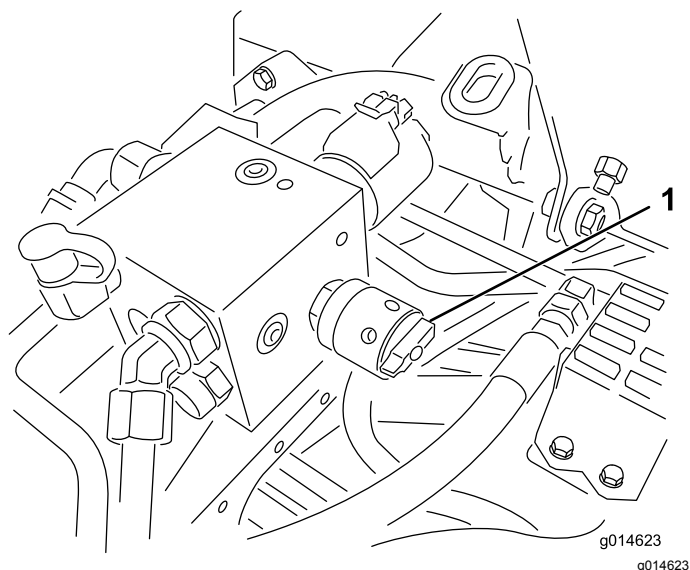

Figura 56
6. Rode o controlo da velocidade dos cilindros para a posição 1 (**Figura 56**).